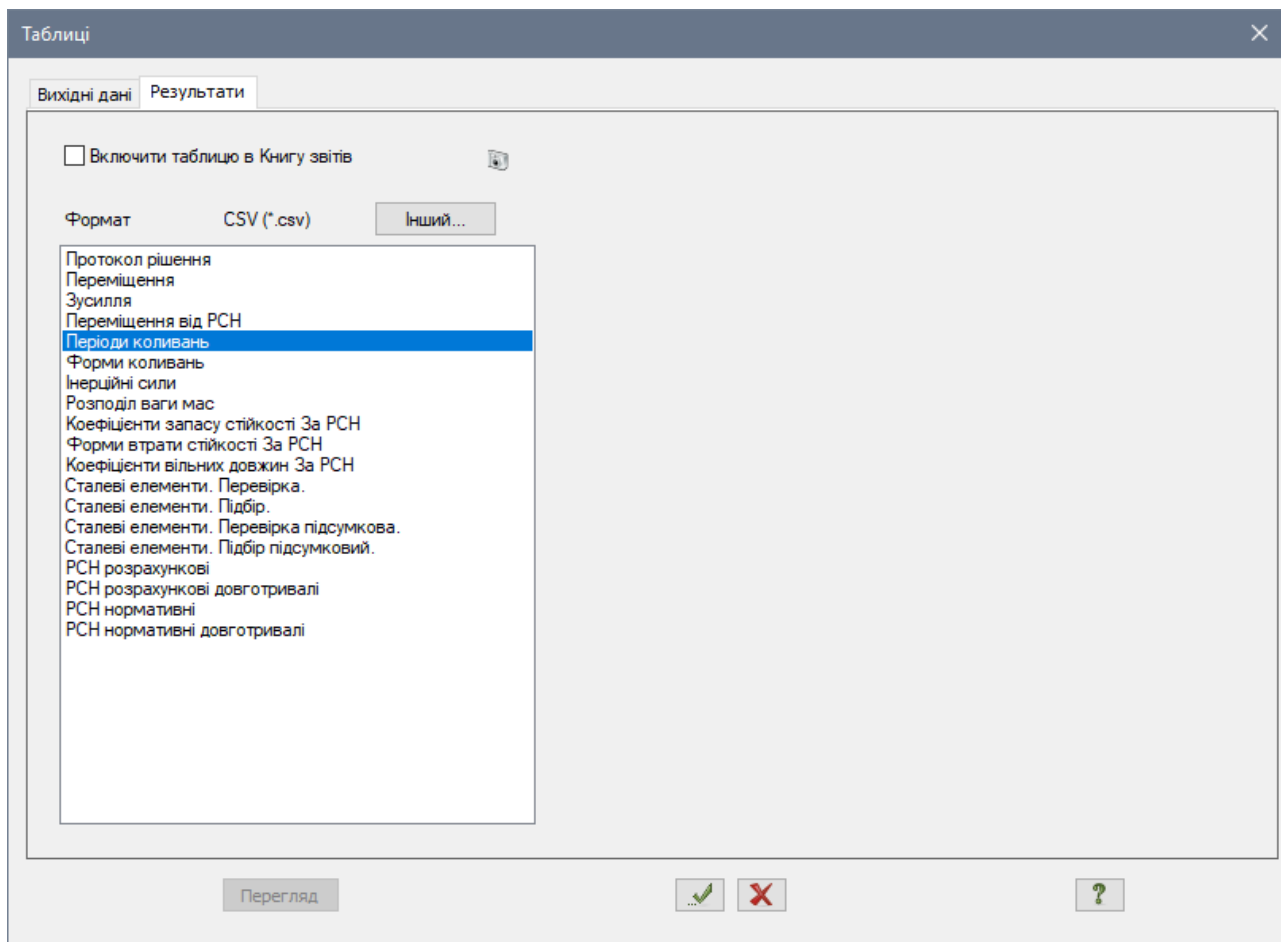

Рис. 3.36. Діалогове вікно Таблиці
- В діалоговому вікні **Таблиці** (рис. 3.36) виділіть рядок **Періоди коливань**.